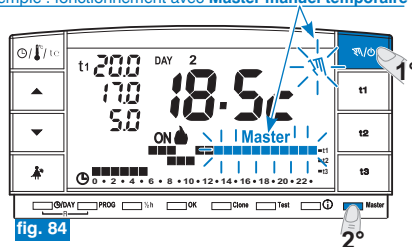

fig. 84
- sur le chronothermostat MASTER appuyer brièvement sur la touche "🌬️/🌞" pour entrer en fonctionnement manuel temporaire; sur l'écran le symbole "🌬️" clignotant (voir plus de détails au paragraphe 7.1 point A) (exemple sur la fig. 84). Appuyer brièvement sur la touche **Master**: l'inscription **Master** s'allume fixement.